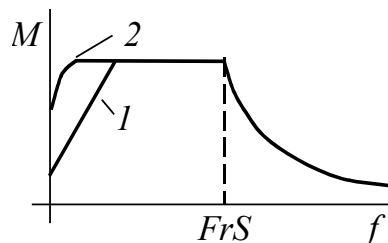

Рис. 11.1 Зависимость допустимого по теплу момента от частоты
- $ACL$ , [Self cooled] – активизирована защита самообдуваемого двигателя (допустимый по теплу момент снижается на малых скоростях в соответствии с кривой 1 на рис. 11.1);
- $FCL$ , [Force-cool] – активизирована защита двигателя с принудительным охлаждением (допустимый момент от скорости практически не зависит, кривая 2 на рис. 11.1).